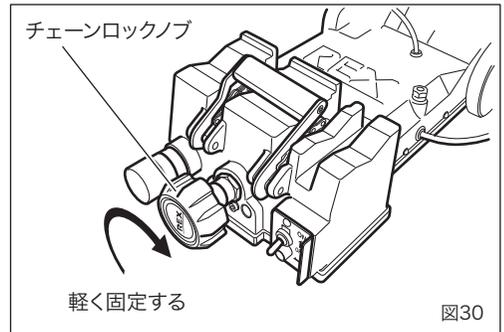
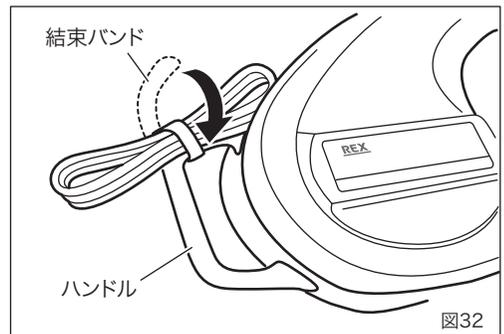

図30
図32
## 5. 切断終了 (図30～図32)
### XB125(チェーンバイス)の場合 (図30)
- ・ハンドル部に付属しております結束バンドにてコードを束ねて収納して下さい。(図32)